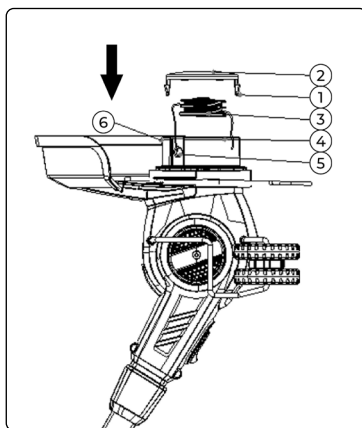

Рис. 21
- Когда рукоятка встанет в необходимое положение, закрутить муфту штанги, как показано на Рис. 21.
- Отмотайте леску и вставьте в специальное отверстие (Рис. 21 поз. 5). Леска должна выступать приблизительно по 11 см из корпуса катушки с каждой стороны.
- Совместите выступы (Рис. 21 поз. 1) на крышке катушки с вырезами (Рис. 21 поз. 6) в корпусе.